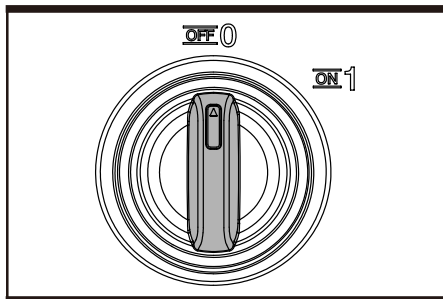

Рис. E1
1. Убедитесь, что выключатель находится в положении «OFF» (см. рис. E1).